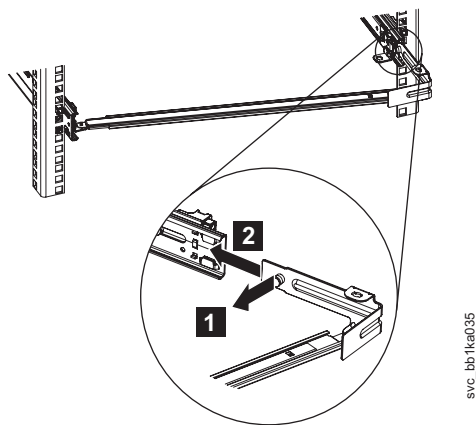

図 26. SAN ボリューム・コントローラー 2145-CF8 サポート・アームの固定されていない方の端 (右側) の取り付け
4. サポート・アームの反対側をスライド・レールの後部に取り付けるには、図 26 の **1** に示すようにピンを抜き取り、ブラケット **2** をスライド・レールに滑り込ませます。